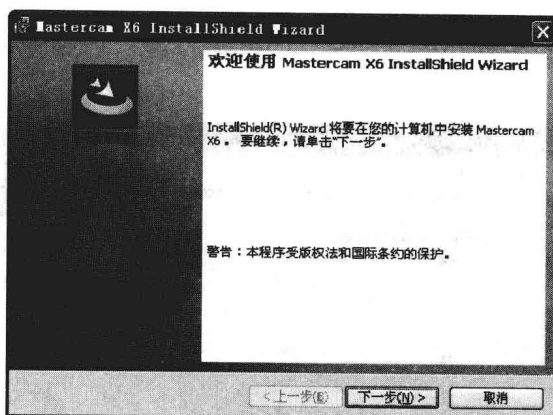

图 1-3 “Mastercam X6 InstallShield Wizard” 界面
STEP 03 随后出现如图 1-3 所示的“Mastercam X6 InstallShield Wizard”界面。